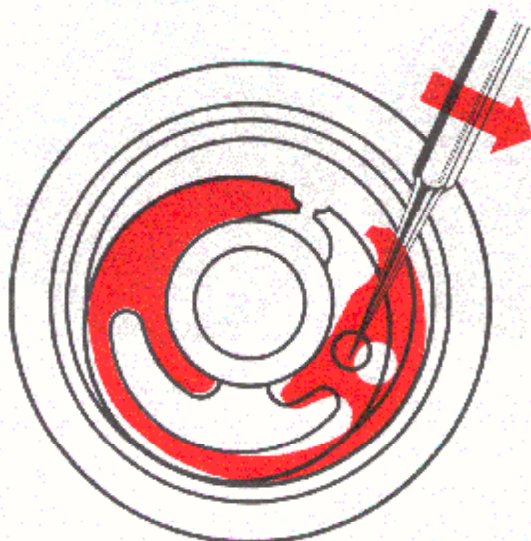

Abb. 4
- 2.1.1. Die Schwingmasse Nr. 1143/1 abheben, indem man ein spitzes Werkzeug in das Loch des Riegels entsprechend der Abb. 4 einführt.
- 5.2.10. Die Schwingmasse auf ihre Achse setzen. Ihre Befestigung vornehmen, indem man umgekehrt zur Abb. 4 vorgeht. Das Höhenspiel der Schwingmasse kontrollieren, indem man durch Drehen derselben feststellt, ob der Antrieb des Automatenräderwerkes normal erfolgt, indem man den Rotor nach beiden Richtungen betätigt. Auch prüfen, ob die Schwingmasse nicht auf der Werkplatte aufliegt.